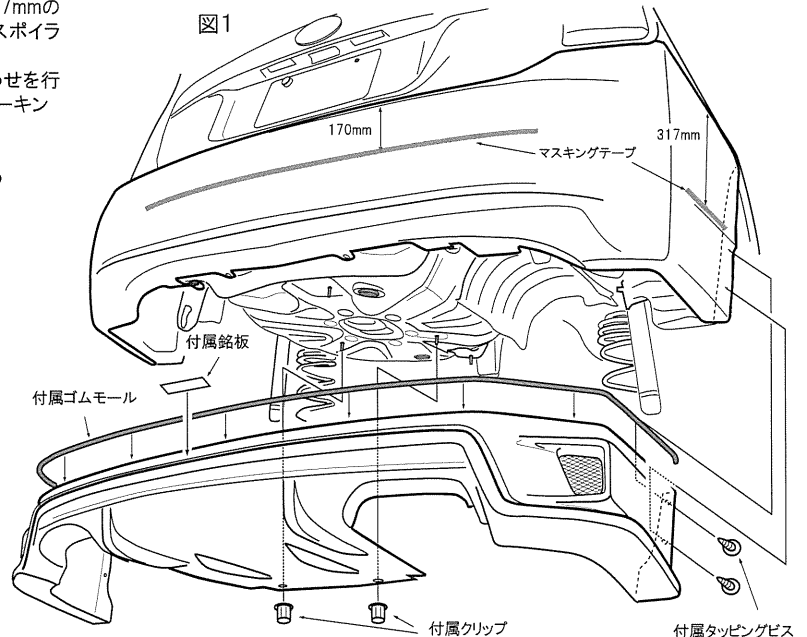

図2 運転席側 右後ろから見た図
- ③で貼ったマスキングテープの位置を目安に、スポイラーの仮合わせを行い、全体のバランスを調整後、両端のタッピングビスの取付穴をマーキングして下さい。
- 仮合わせのスポイラーを取り外し、④でマーキングした箇所(φ3mm)を開けて下さい。
- ⑤でマーキングした箇所の油脂類を十分に取り除いた後、付属のタッピングシートを貼り付けて下さい。(図2参照)